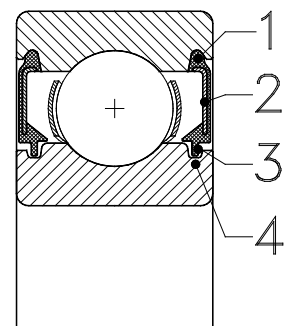

Рис. 4.4
Эта так называемые уплотнения типа **LFS** (Low Friction Seal - уплотнения с низким трением). На Рис. 4.4 показаны уплотнения с двумя герметизирующими кромками, одна из которых располагается параллельно поверхности внутреннего кольца в радиальном направлении, а другая в осевом направлении (3). Радиальная кромка уплотнения вставлена в кольцевую выемку на внутреннем кольце (4) без контакта с ней и, таким образом, создает бесконтактное уплотнение.